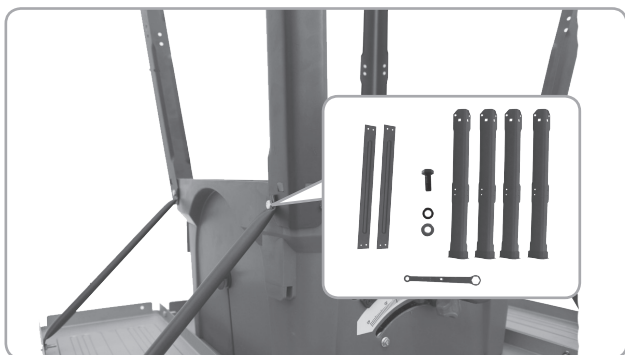

Fig.3
- Înșurubați cele patru picioare împreună suporturile medii cu ajutorul șuruburilor cu cap hexagonal cu șaibe în colțurile mesei fierăștrăului circular (Fig. 3). Folosiți în acest scop o cheie.